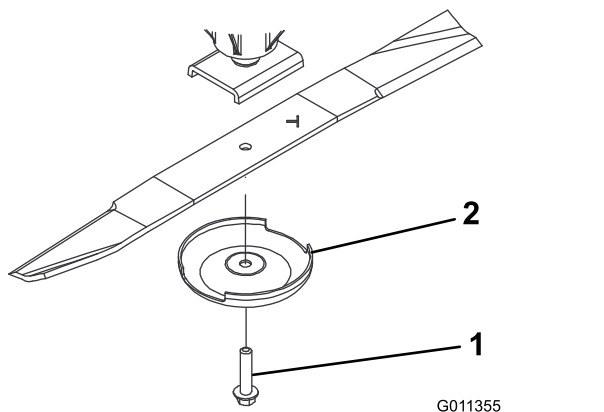

Рисунок 106
3. Снимите болт ножа, защитный колпак и нож с вала шпинделя (Рисунок 106).